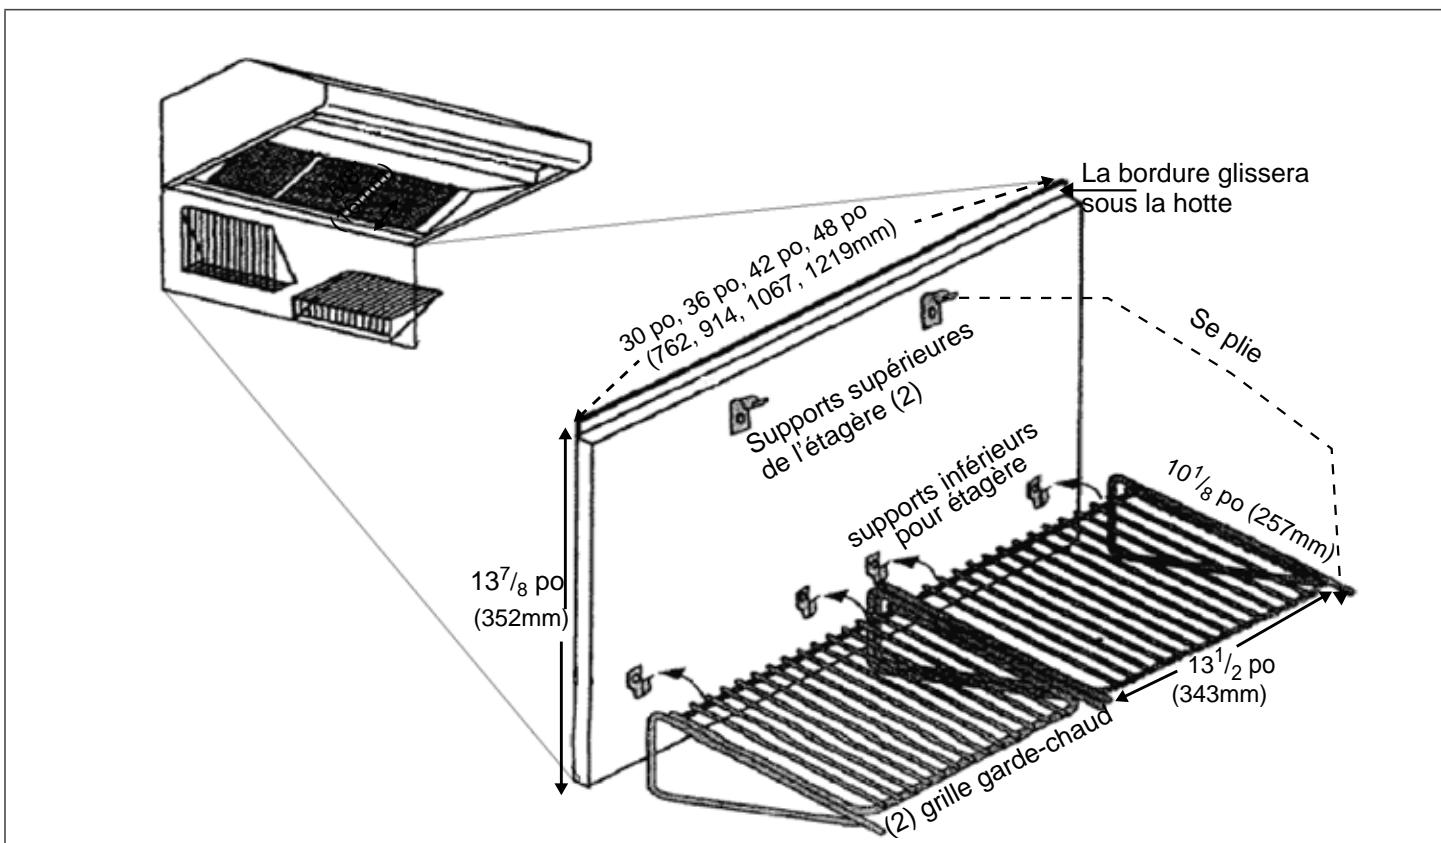

Figure 19: Étagère garde-chaud
- Les pattes arrière des cuisinières sont munies de roulettes (voir Figure 19). Ces roulettes facilitent le déplacement de la cuisinière. Ainsi, en soulevant légèrement l'avant de la cuisinière, il est possible de la faire rouler à son emplacement d'installation.